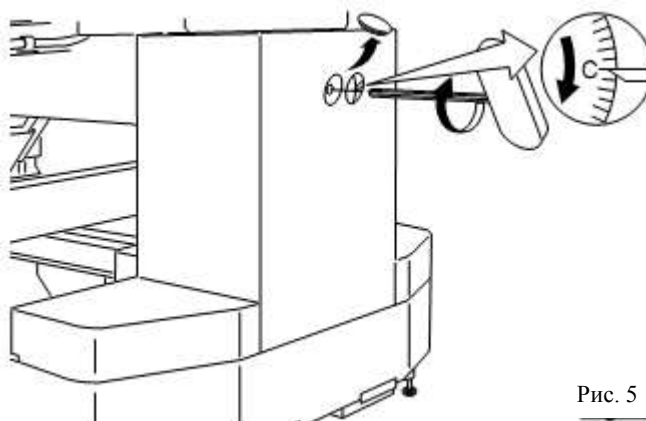

Рис. 5
5. Поверните главный вал с помощью шестигранной отвертки, вращая ее в направлении стрелки (рис. 5), и настройте угол регулирующего диска соответственно рисунку 6.